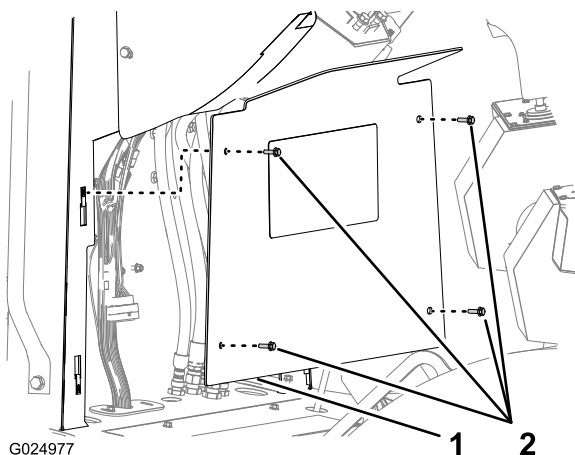

Figure 123
1. Retirez les 4 boulons à embase hexagonale (6 x 20 mm) qui fixent le panneau de console inférieur à la console, et déposez le panneau (Figure 123).
3. Alignez le panneau inférieur devant la console (Figure 123).